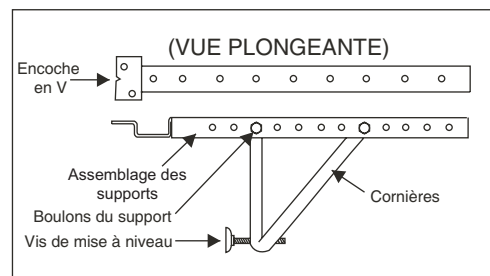

Fig. 10 - Assemblage des supports
- A. À l'aide de (2) boulons 1 -1/2 po, fixer chaque cornière à son support (Fig. 10). Utiliser aussi (2) rondelles-freins 1/4 po et (2) écrous 1/4 po. NE PAS serrer à bloc à ce stade, pour pouvoir au besoin ajuster la profondeur des supports, selon la profondeur de l'appui de fenêtre. Voir (Fig. 12). Visser les deux pattes de mise à niveau dans les cornières. Vérifier la position des supports avant d'y placer le boîtier. Si les vis de mise à niveau sont trop éloignées du mur pour assurer un bon équilibre, il faudra compenser l'écart avec une pièce de bois massif. Voir (Fig. 13).